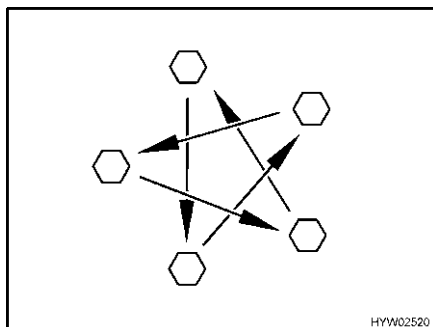

Bild 278 Radmuttern oder Radschrauben über Kreuz anziehen
- Radmuttern oder Radschrauben regelmäßig auf festen Sitz prüfen. Radmuttern oder Radschrauben eines ausgewechselten Rades nach 50 km über Kreuz nachziehen (Bild 278). Anziehdrehmoment siehe Abschnitt 13.5.2.
- ▷ Radmuttern oder Radschrauben über Kreuz anziehen (Bild 278).